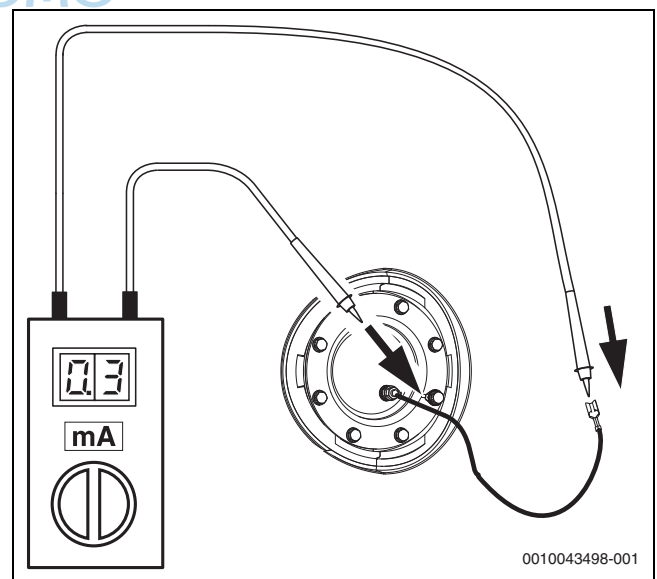

Bild 38
Bei isoliert montierten Magnesiumanoden zusätzlich möglichst jährlich den Schutzstrom mit dem Anodenprüfer messen (→, Abb. 38). Der Anodenprüfer ist als Zubehör erhältlich.
- ▶ Übergangswiderstand zwischen dem Schutzleiteranschluss und der Magnesium-Anode prüfen. Wenn der Anodenstrom < 0,3 mA beträgt, Magnesiumanode austauschen (→ Abb. 38).